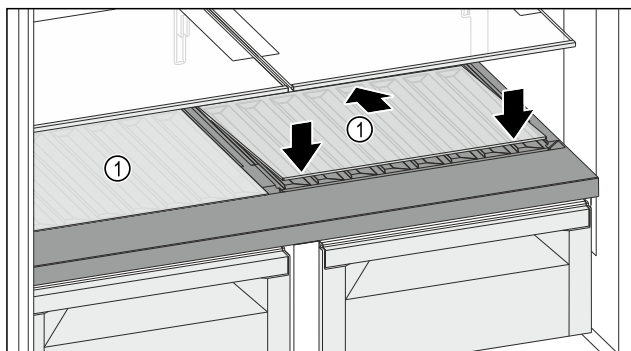

Fig. 115
- Helyezze be ferdén, hátul lefelé döntve az üveglapot Fig. 115 (1).
- Engedje le az üveglap Fig. 115 (1) elejét.